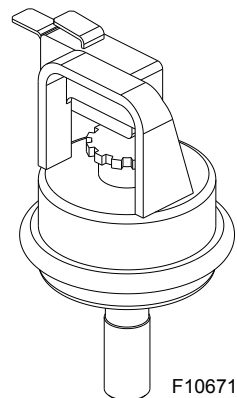

Figure 62. Détecteur de pression d'eau
2. Retirez l'assemblage ProTek Shield™ (le cas échéant). Retirez le panneau d'inspection de l'échangeur de chaleur situé sur le côté opposé des raccords d'eau pour accéder au bouchon de vidange du raccord de retour. Ouvrez le bouchon de vidange du raccord de retour, Voir **Figure 62** et **Figure 63**.